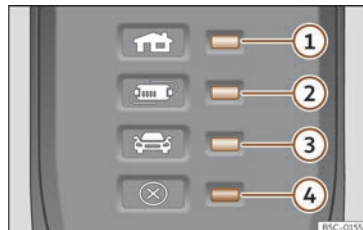

Fig. 204 Sur le câble de charge pour prises de courant : Témoins de contrôle sur le dispositif de protection.
»» fig. 204:
Le dispositif électronique de protection >>> **fig. 204** fait que le connecteur de charge demeure sans courant tant que la prise de charge du véhicule n'est pas branchée.
Un ou plusieurs des témoins de contrôle >>> **fig. 204** ①, ② ou ③ s'allument en vert.
Indication >>> fig. 204	Signification
» » fig. 204 ①, ② ou ③ l'indicateur de fonctionnement ne s'allume de façon permanente, il y a une panne.
Indication » » fig. 204	Signification